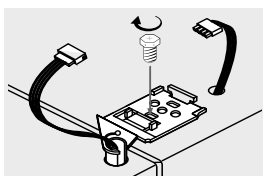

Figura 16
- Ajuste correctamente el tornillo de la bisagra. Conecte los cables. (Figura 16)